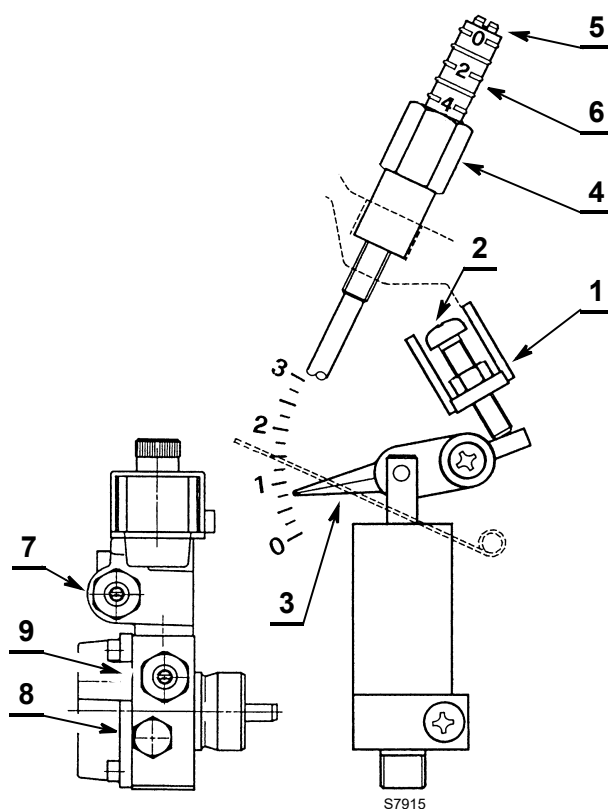

Fig. 13
- Aflojar la tuerca 1)(Fig. 13), accionar el tornillo 2)(Fig. 13) y llevar el índice 3)(Fig. 13) a la posición deseada.
- Después de finalizar la regulación, enroscar nuevamente la tuerca 1)(Fig. 13).
- Si es preciso, volver a calibrar la presión accionando el tornillo 7)(Fig. 13).
- El manómetro para controlar la presión se monta en lugar del tapón 8)(Fig. 13).
- Aflojar la tuerca 4)(Fig. 13), accionar el tornillo 5)(Fig. 13) y llevar el índice 6)(Fig. 13) a la posición deseada.
- Después de finalizar la regulación, enroscar nuevamente la tuerca 4)(Fig. 13).
- Si es preciso, volver a calibrar la presión accionando el tornillo 9)(Fig. 13).